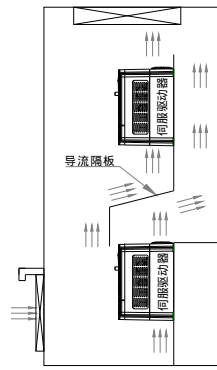

图 2-2 多台伺服驱动器的安装示意图
- (3) 多台伺服驱动器采用上下安装时,中间应用导流隔板如图 2-2 所示。